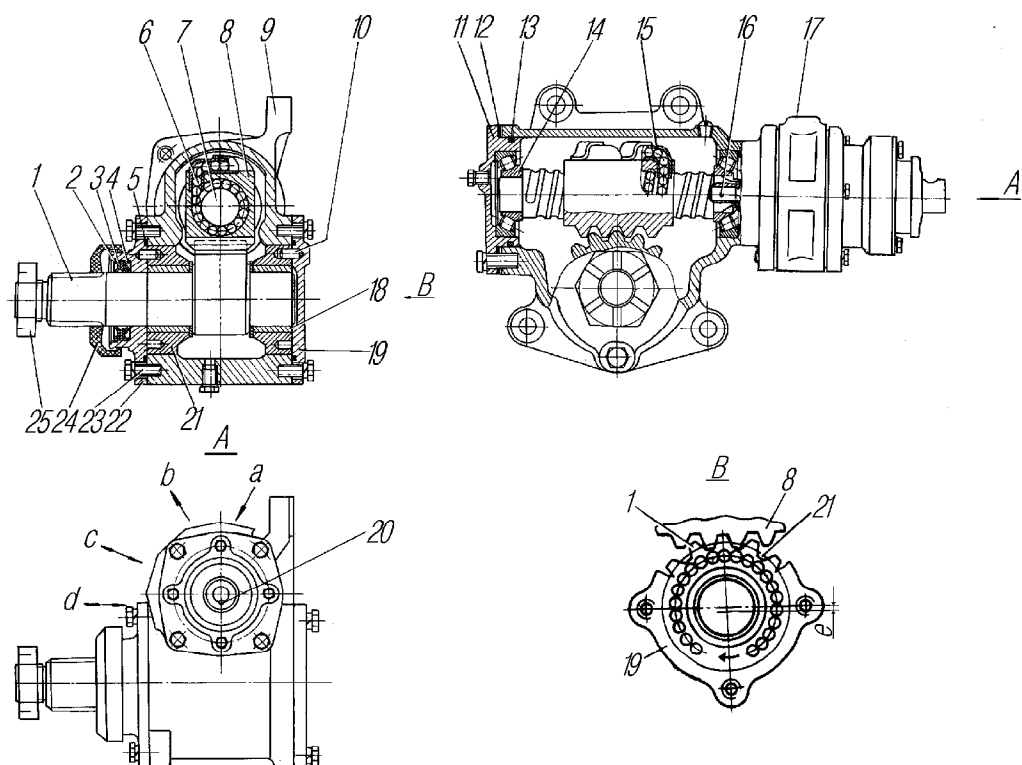
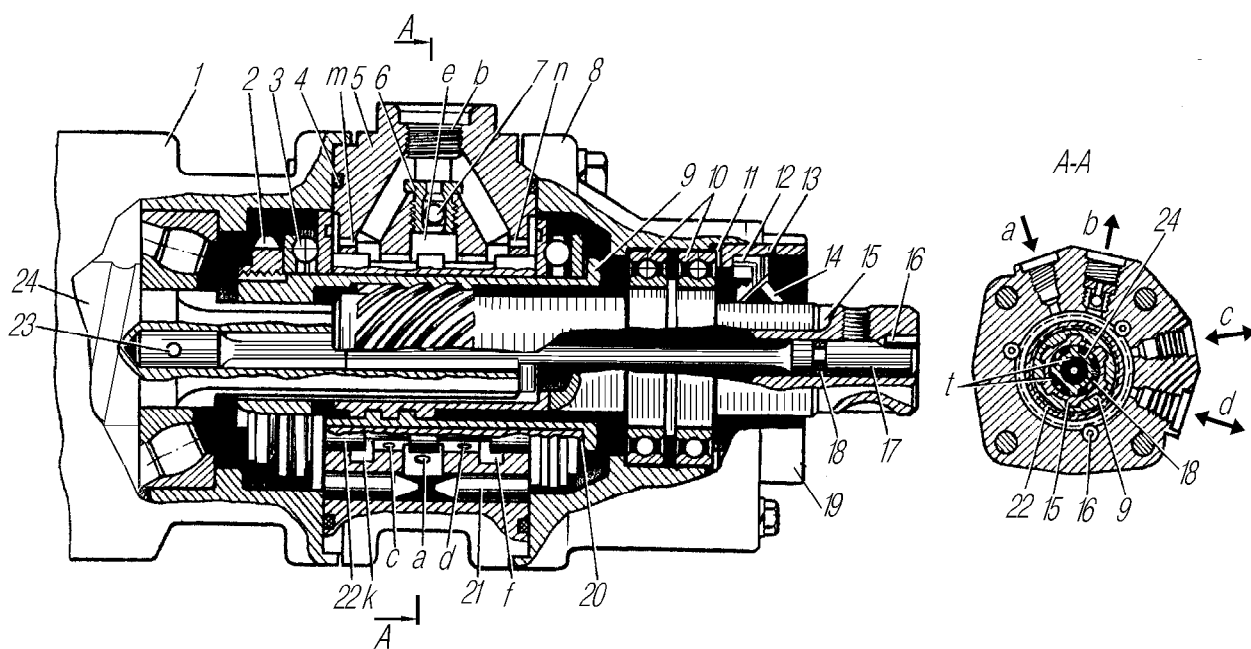

Рис. 24. Механизм рулевой (винт-шариковая гайка-рейка-сектор):
Рис. 25. Распределитель гидроусилителя руля:
В рулевом механизме следует регулировать натяг в подшипниках 14 (рис. 24) и зазор в зацеплении гайки-рейки 8 с сектором 1.
1. Перед регулировкой натяга в подшипниках 14 закрепить рулевой механизм в тисках за проушины картера, отсоединить карданный шарнир. Вращением вала 15 (рис. 25) установить гайку-рейку 8 (см.рис. 24) и сектор 1 в одно из крайних положений. Определить момент, необходимый для проворачивания вала 15 (см.рис. 25) из крайнего положения в среднее (вал проворачивать на угол примерно 30°). Если момент меньше $0,9 \text{ Н.м}$ ($0,1 \text{ кгс.м}$), отрегулировать натяг в подшипниках 14 (см.рис. 24), уменьшив количество прокладок 12. После регулировки момент, необходимый для проворачивания вала 15 (см.рис. 25), должен быть в пределах $0,9-1,5 \text{ Н.м}$ ($0,1-0,15 \text{ кгс.м}$).
Наличие зазора определить покачиванием сошки в обе стороны (будет слышен легкий стук в зубчатом зацеплении) или поворотом вала 15 влево и вправо до начала закрутки торсиона 17 при зафиксированном секторе. Для регулировки зубчатого зацепления снять сошку, крышки 19 (см.рис. 24) и 22 и повернуть вкладыши 21 с подшипниками 18 по часовой стрелке (если смотреть со стороны вала сектора) на одинаковый угол так, чтобы исключить зазор в зубчатом зацеплении. После поворота вкладышей одно из отверстий во вкладышах должно располагаться в плоскости, проходящей через диаметрально расположенные резьбовые отверстия в картере 9 для крепления крышек 19 и 22. Установку крышек производить таким образом, чтобы фиксаторы 10 вошли в отверстия во вкладышах 21 и располагались друг против друга. При незначительном несовпадении фиксаторов и отверстий повернуть вкладыши в ту или другую сторону до совпадения фиксаторов и отверстий, обратив внимание на отсутствие зазора в зубчатом зацеплении. Крышки 19 и 22 после регулировки могут быть повернуты на 90° , 180° и 270° относительно первоначального положения.
После установки крышек момент, необходимый для проворачивания вала 15 (см.рис. 25) в среднем положении, должен быть в пределах 2,7 - 4,1 Н.м (0,27 - 0,41 кгс. м).